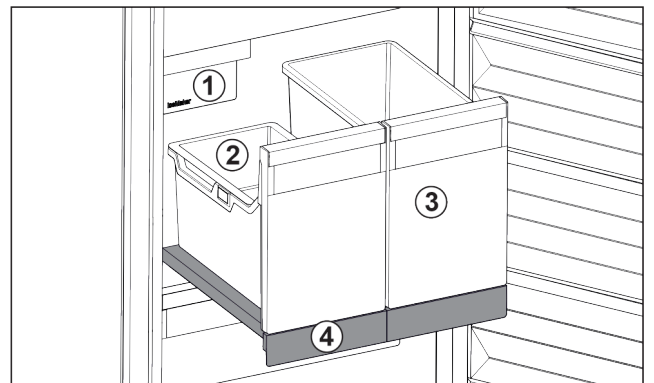

Fig. 32 Auszugsbord mit IceTower
- (1) IceMaker
- (2) Einhängeschale für Eiskwürfel
- (3) Behälter für z. B. Pizza, alkoholische Getränke
- (4) Auszugsbord
Auf dem Auszugsbord sind zwei hohe Behälter (IceTower). Im Behälter Fig. 32 (2) werden Eiskwürfel aus dem IceMaker gesammelt und gelagert. Behälter Fig. 32 (3) eignet sich für die Lagerung von hohen Lebensmitteln wie Pizzen oder alkoholischen Getränken.